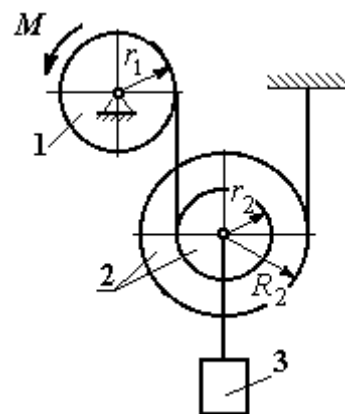

Рис. 5.23. Конструкция подъёмного устройства
**Задача 62.** Подъёмное устройство (рис. 5.23) состоит из однородного диска 1 массой  $m_1$ , радиусом  $r_1$ , ступенчатого диска 2 массой  $m_2 = 3m_1$ , радиусом  $R_2 = 4r_1$  и радиусом ступеньки  $r_2 = r_1$  и груза 3 массой  $m_3 = 2m_1$ . Система движется из состояния покоя в вертикальной плоскости под действием сил тяжести и пары сил с моментом  $M = m_1gr_1$ , приложенной к диску 1. Определить ускорение груза 3 и натяжение нити груза 3, если радиус инерции ступенчатого диска относительно оси, проходящей через центр масс, перпендикулярно плоскости диска 2,  $i_{2C} = 2r_1$ .